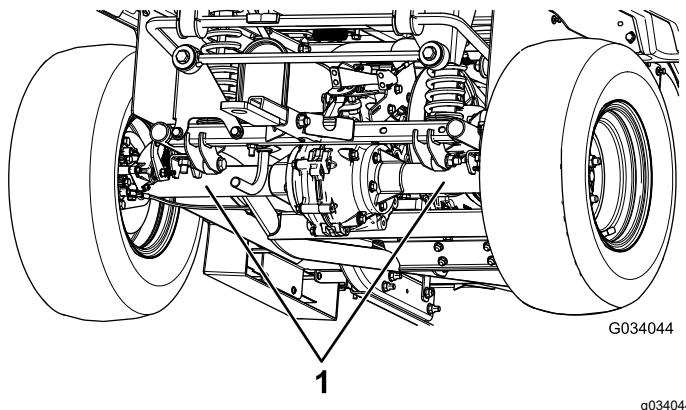

図 23
- ・ 車体後部のジャッキアップポイントはアクスルチューブの下側です図23。